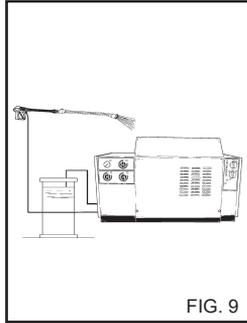

FIG. 9
- 3) Efter brug med rengøringsmiddel, skal indtagskredsløbet skylles igennem; sæt sugeslangen for rengøringsmidlet (fig. 9) i en beholder med rent vand og lad pumpen køre i 1 minut med doseringshanen helt åben og spydet sat til levering af rengøringsmiddel. Gentag indgrebet ved først at indstille vælgeren for rengøringsmiddel i pos. "1" og herefter i pos. "2".
5) Efter brug med rengøringsmiddel, skal indtagskredsløbet skylles igennem; sæt sugeslangen for rengøringsmiddel (fig. 9) i en beholder med rent vand og lad pumpen køre i 1 minut med doseringshanen helt åben og spydet sat til levering af rengøringsmiddel. Gentag indgrebet ved først at indstille vælgeren for rengøringsmiddel i pos. "1" og herefter i pos. "2".